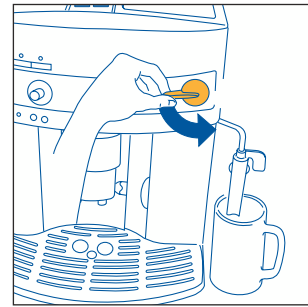
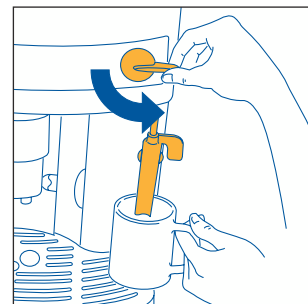
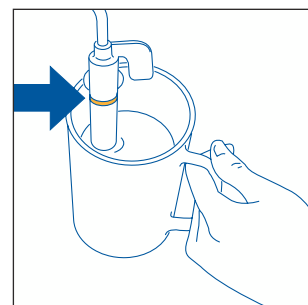

Abb.5
Abb.23
Abb.24
3. **SOFORT DANACH, INNERHALB VON 30 SEKUNDEN**, den Dampfdruckknopf nach links bis zum Anschlag drehen (Abb. 5) (es ist vollkommen normal, wenn hierbei die Maschine laut wird).
- Den Dampfdruckknopf um eine halbe Umdrehung nach links bis zum Anschlag drehen (Abb. 5): Das heiße Wasser tritt aus dem Milchaufschäumer heraus und läuft in den darunter stehenden Behälter.
- **Sofort danach, und zwar innerhalb von maximal zwei Minuten** (andernfalls kehrt die Maschine wieder automatisch zur Funktion „Kaffee“ zurück), den Milchaufschäumer in das Gefäß mit der Milch eintauchen (Abb. 23), wobei darauf zu achten ist, dass die auf dem Milchaufschäumer eingepreßte Linie nicht eingetaucht wird (angezeigt durch den Pfeil in Abb. 24). Dann den Dampfdruckknopf um eine halbe Umdrehung nach links bis zum Anschlag drehen (Abb. 5). (Passen Sie auf, dass Sie sich nicht verbrühen). Aus dem Milchaufschäumer entweicht der Dampf, der die Milch aufschäumt und ihr eine cremige Konsistenz verleiht. Um einen cremigeren Milchschaum zu erhalten, den Milchaufschäumer in die Milch eintauchen, und das Gefäß langsam von unten nach oben bewegen. (Es wird empfohlen, nicht länger als 2 Minuten Dampf zu beziehen).